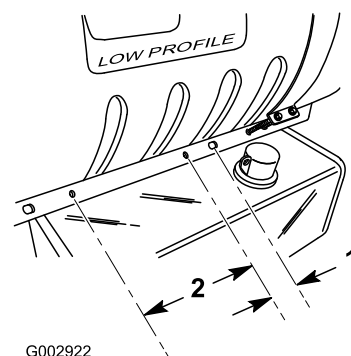

Figura 3
3. Sulla sella del serbatoio, a destra della macchina, individuate il terzo foro dal frontale della macchina. Misurate sulla sella del serbatoio 5 cm dietro il centro del terzo foro, e fate un segno (Figura 3).
4. Misurate 25 cm indietro dal segno, e fate un segno a questo punto (Figura 3).
5. Nei punti contrassegnati praticate due fori del diametro di 7/16 poll., centrati verticalmente nella sella del serbatoio (Figura 3).